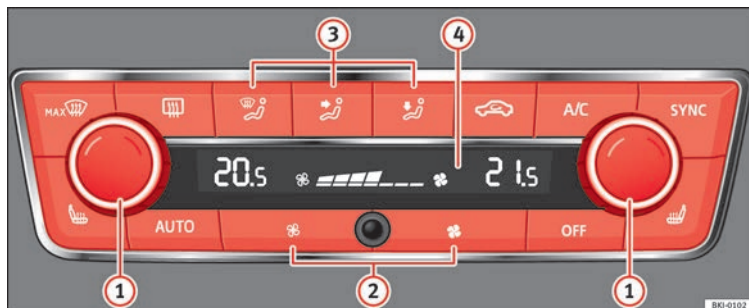

Fig. 176 Climatronic: elementos de manejo.
- Ajuste la potencia del ventilador a cero » fig. 176 ② o presione la tecla OFF.
- Pulse la tecla **AUTO** » fig. 176.
- Al conectar el encendido puede utilizar el mando **1** » » fig. 176 para ajustar la temperatura interior deseada.
- Pulse la tecla **MAX** » » fig. 176.